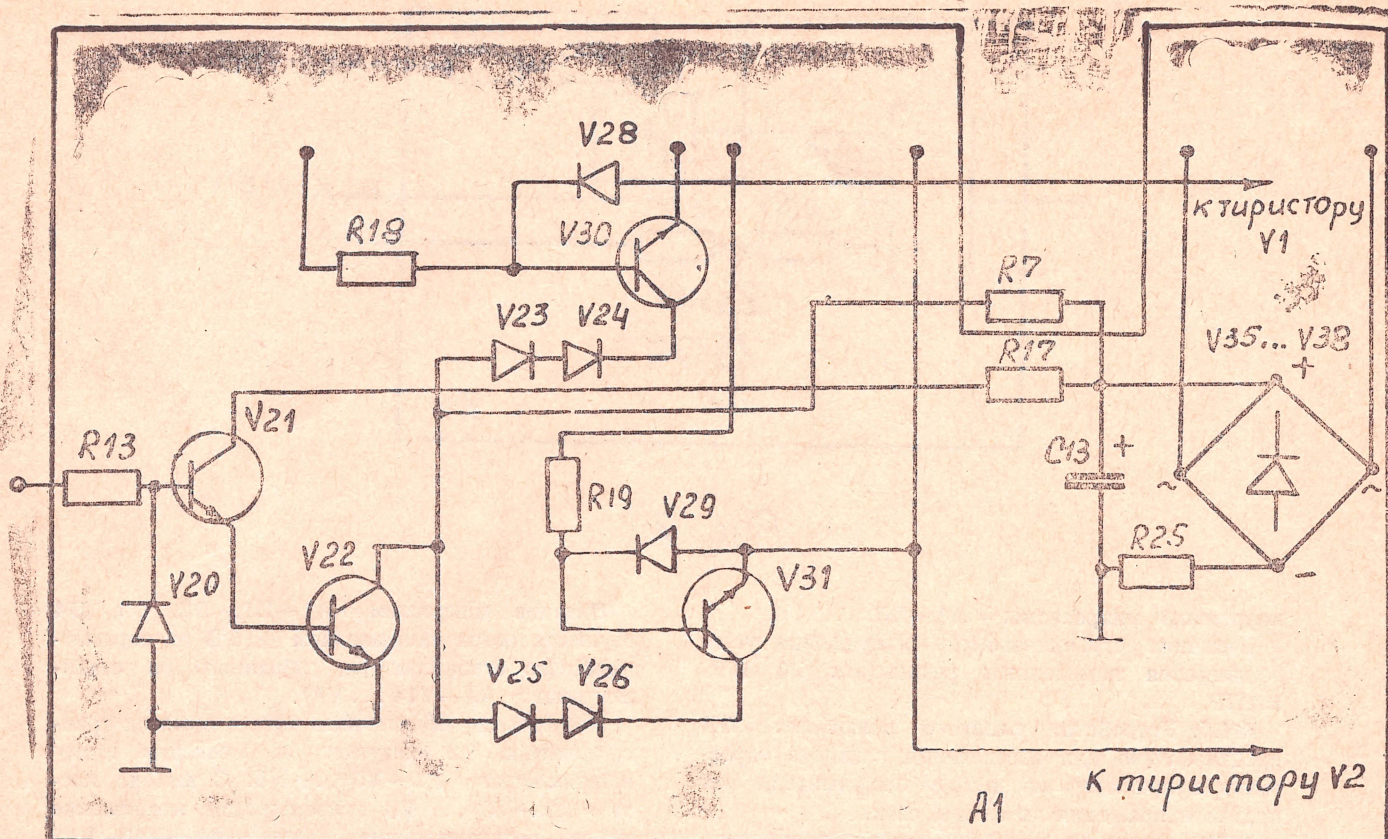

Рис. 8
4.4.7. Распределитель, схема которого показана на рис. 8, предназначен для согласования импульсов управления, подаваемых на силовые тиристоры V1, V2 таким образом, что ток управления подается только на тот тиристор, анод которого в данный момент находится под положительным потенциалом.